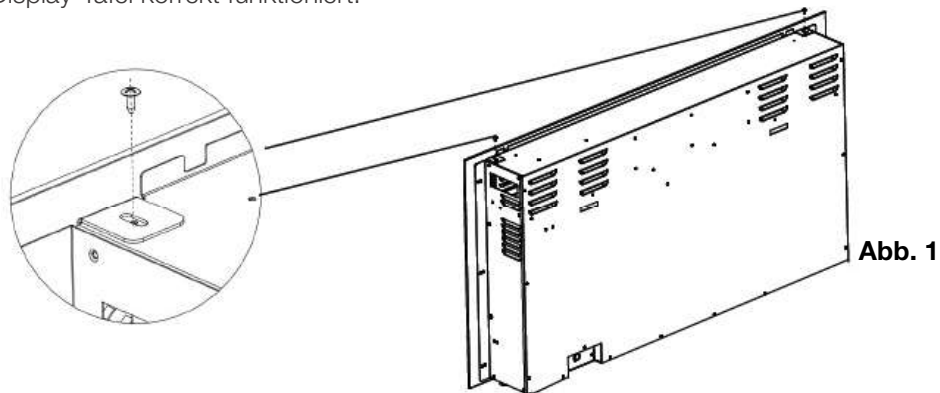

Abb. 1
- A. Entfernen Sie die 2 Schrauben an der Oberseite des Geräts (**Abb. 1**).